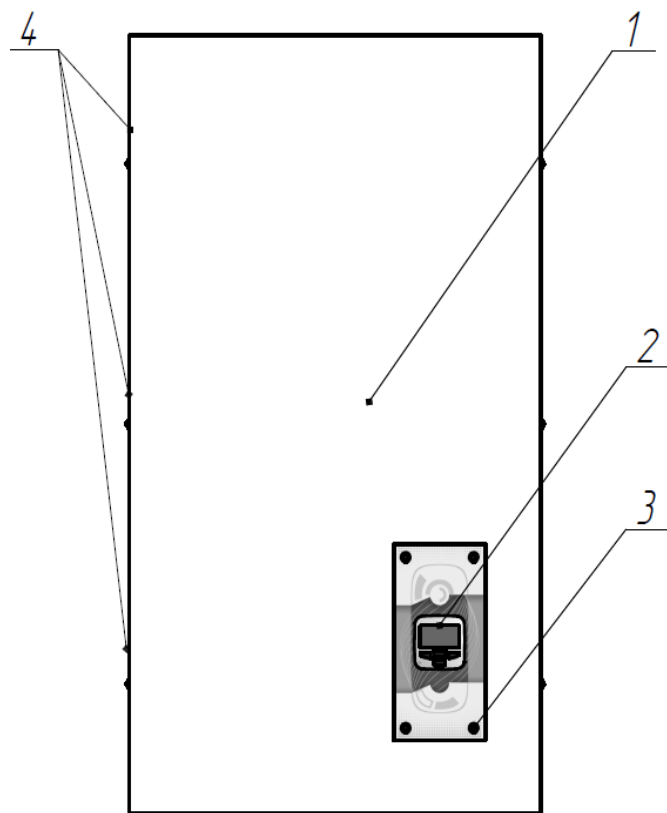

Рисунок 1.
4.2 Внешний вид прибора представлен на рис. 1.